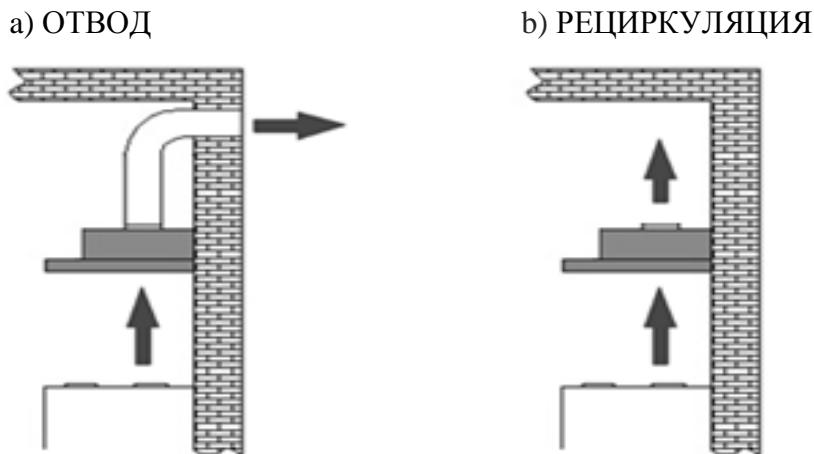

Рис. 3
- 1) Отвода (рис. 3а) – воздух удаляется из помещения через соединение вытяжки с вентиляционным каналом жестким пластиковым воздуховодом или гофрированным шлангом диаметром 120 мм. И, таким образом, все кухонные испарения, запахи, гарь и копоть, проходя через многоразовые алюминиевые жироулавливающие фильтры, выводятся за пределы помещения. При данном режиме работы нет необходимости устанавливать угольный фильтр. Режим отвода является наиболее эффективным,
2) Рециркуляции (рис. 3б) – внутренняя циркуляция воздуха через угольный фильтр. Вытяжка в данном случае не подключается к вентиляционной шахте и, таким образом, воздух просто прогоняется через вытяжку внутри кухни.